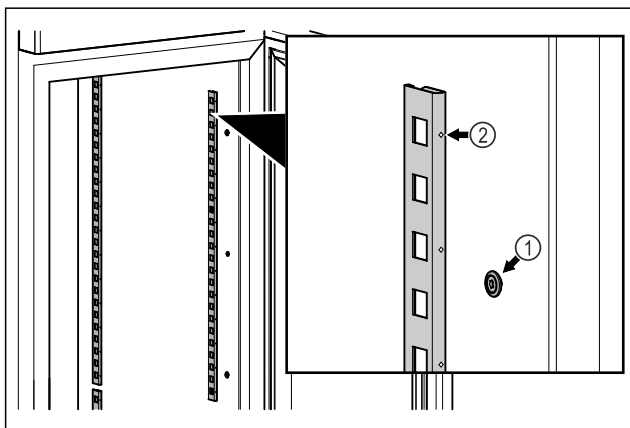

Fig. 15 Vejledende illustration
- ▶ Hægt glaslisterne Fig. 15 (1) fast i ophænget. Mærket Fig. 15 (2) skal pege fremad.